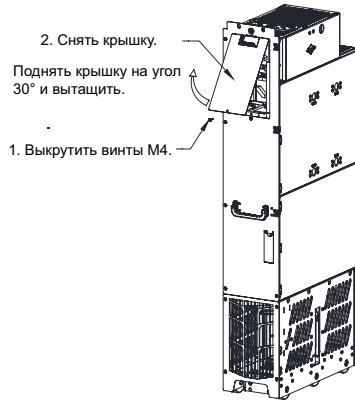

Рис. 6-6 Снятие крышки
- ① Выкрутить винт M4 на крышке и снять крышку, как показано на рис. 6-6;
- ② Ослабить болты M10 вверх и вниз предохранителя гаечным ключом и извлечь предохранитель.
- ③ Выкрутить болты M10.